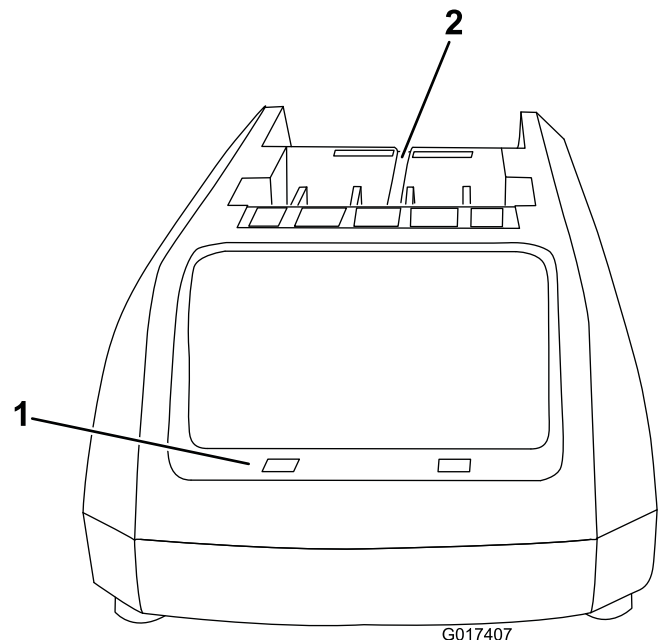
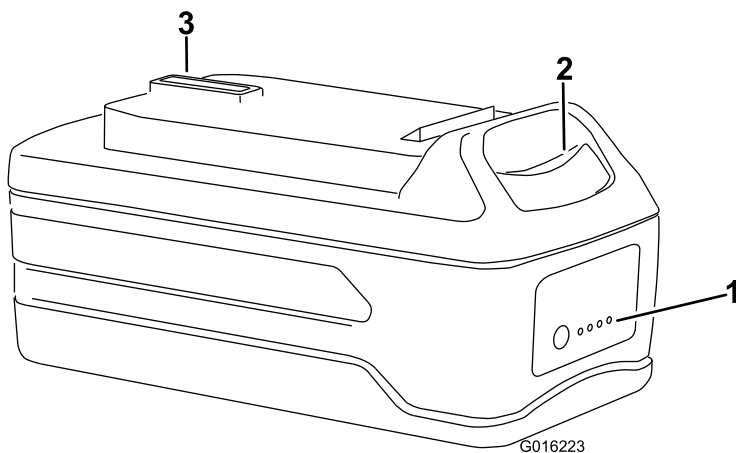

Figure 12
Figure 13
1. Retournez la batterie et placez la borne en face de la fente du chargeur (Figure 12 et Figure 13).